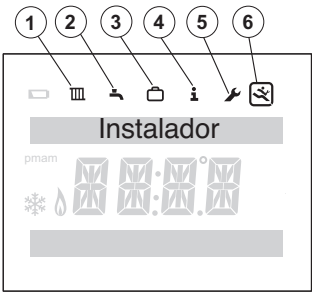

Fig. 15 Indicación de menú de instalador
- ▶ Pulsar la tecla menú y la tecla retorno pulsar hasta que se visualice el menú principal en el menú de servicio (→ fig. 15).